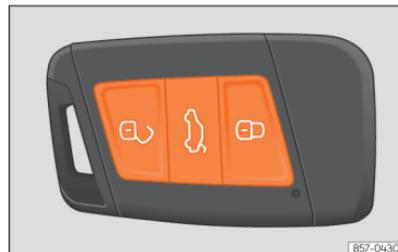

Fig. 50 Chave por comando à distância: teclas.
- Trancar: pressione o botão »» **Fig. 50.**